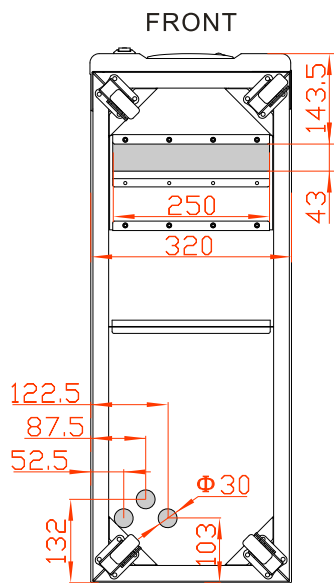
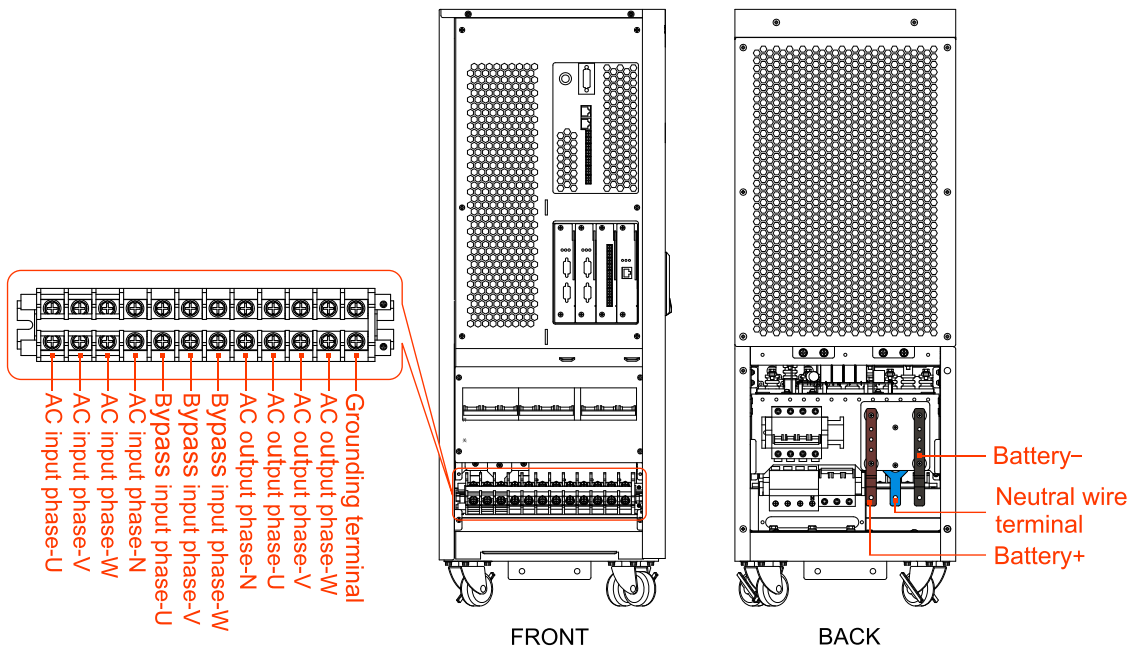

Figure1.1 Bottom wiring holes diagram of 10kVA-40kVA
Figure 1.2 Wiring terminals diagram of 10kVA-30kVA
- Step 2 Lead the input cables, output cables and battery cables go through the bottom wiring hole (the diagrams of bottom wire hole are as shown in Figure1.1, **Errore. L'origine riferimento non è stata trovata.**, **Errore. L'origine riferimento non è stata trovata.**), and connect the cables according to Figure1.2, **Errore. L'origine riferimento non è stata trovata.**, **Errore. L'origine riferimento non è stata trovata.** respectively, then fasten the bolts.